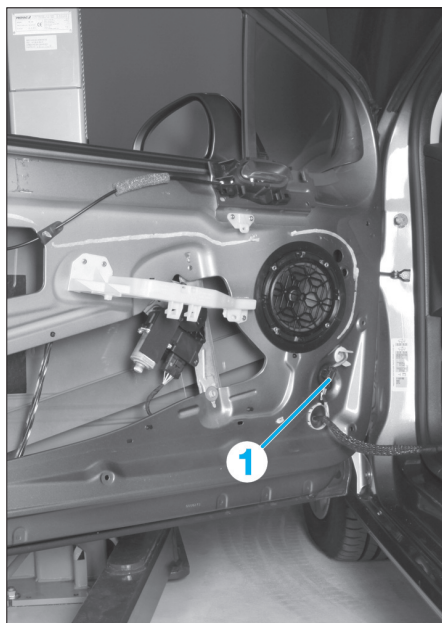

Fig. 99
- Débrancher le connecteur (1) (Fig.99).